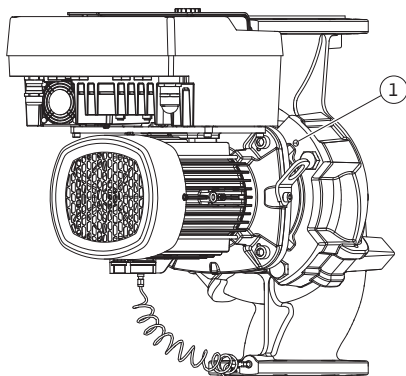

Fig. 11: Expulsión del juego de introducción mediante los taladros roscados (DN 100 ... DN 125)
5. Suelte el juego de introducción (véase la Fig. 4) de la carcasa de la bomba. Para ello, afloje todos los tornillos (DN 32 ... DN 80: Fig. I, Pos. 29; DN 100 ... DN 125: Fig. II, Pos. 29). Expulse el juego de introducción de la carcasa de la bomba. Para ello, en caso de DN 80 ... DN 125, utilice los 2 taladros roscados (Fig. 11, Pos. 1). Para aflojar el asiento, enrosque tornillos M10 con la longitud adecuada en los taladros roscados.
5. Expulse el juego de introducción (véase la Fig. 4) de la carcasa de la bomba. Para ello, utilice los 2 taladros roscados (véase la Fig. 11). Para aflojar el asiento, enrosque tornillos M10 con la longitud adecuada en los taladros roscados.